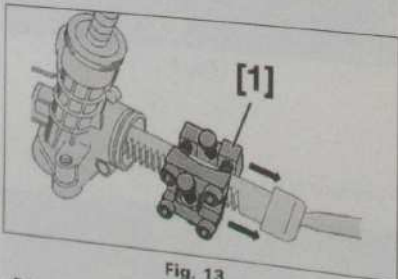

Fig. 13
- Positionner l'outil [1] sur la crémaillère afin que ses appuis rotulés prennent appui sur le berceau (Fig. 13).